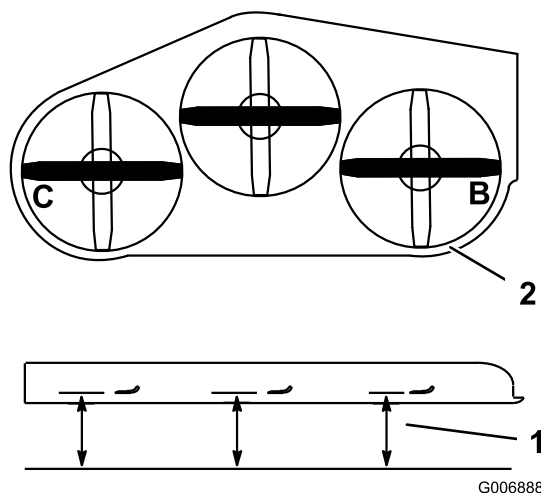

図 83
- B** 位置および **C** 位置で、平らな床面からブレードの刃先までの距離を測定する 図 83。